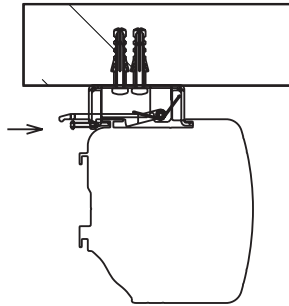

Abbildung 7
3. Drehen Sie abschließend die Sicherheitschraube der Montagebügel fest. Dies verhindert ein unbeabsichtigtes Lösen der Montagebügel. (siehe **Abb. 7**)